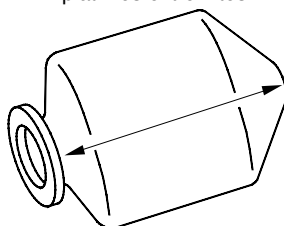

Figure 3 – Chasser l'air du diaphragme
- Placer la vessie d'eau sur une surface propre, son ouverture orientée d'un côté, puis l'aplatir pour y chasser l'air. Tirer les extrémités bien à plat (voir la Figure 3).